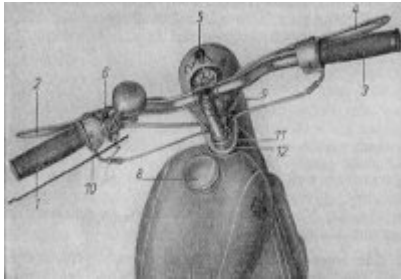

Bild 4. Draufsicht auf Scheinwerfer, Lenker mit Bedienungsorganen und Kraftstoffbehälter
Beim Schieben des Fahrzeuges Schaltdrehgriff (Bild 4) am Lenker links auf 0 (Leerlauf) stellen. Kupplungshebel wird nicht angezogen. - Beim Radfahren Schaltdrehgriff in Stellung 2 (2. Gang) bringen. Kupplungshebel muß angezogen werden.
Öffnen des Kraftstoffbehälters durch Linksdrehen des Tankverschlusses (Ziff. 8, Bild 4). Wenn weiteres Drehen nicht mehr möglich ist, Tankverschluß nach oben abnehmen. Der Motor wird mit Zweitaktmischung betrieben.
2. Zündung einschalten: Zündschalter am Scheinwerfer in Mittelstellung (Ziffer 5b in Bild 4).
7. Kupplungshebel ziehen. 1. Gang einschalten (Marke am Griffstück zeigt auf 1). Kupplungshebel langsam loslassen und unter gleichzeitigem Gasgeben (Gasdrehgriff, Bild 4, von vorn nach hinten drehen) anfahren.
Gerade bei den höheren Geschwindigkeiten, die auf einem Moped gegenüber dem Fahrrad möglich sind, immer auch die Handbremse (Ziff. 4 in Bild 4), die auf das Vorderrad wirkt, mitbenutzen. Die Bremsnabe im Vorderrad hat sehr gute Bremswirkung. Nur auf sandigen, nassen oder schlüpfrigen Straßen und auch in Kurven die Vorderradbremse mit Vorsicht verwenden, damit das Vorderrad nicht seitlich wegrutscht. Auf langgestrecktem Gefälle abwechselnd Vorderrad- bzw. Hinterradbremse benutzen (Zweck: Abkühlung). Selbstverständlich ist, daß der Gasdrehgriff und nicht die Bremsen dazu da sind, die Geschwindigkeit zu regeln. Achten Sie darauf, daß bei normaler Beinhaltung die Hinterradbremse nicht schleift.